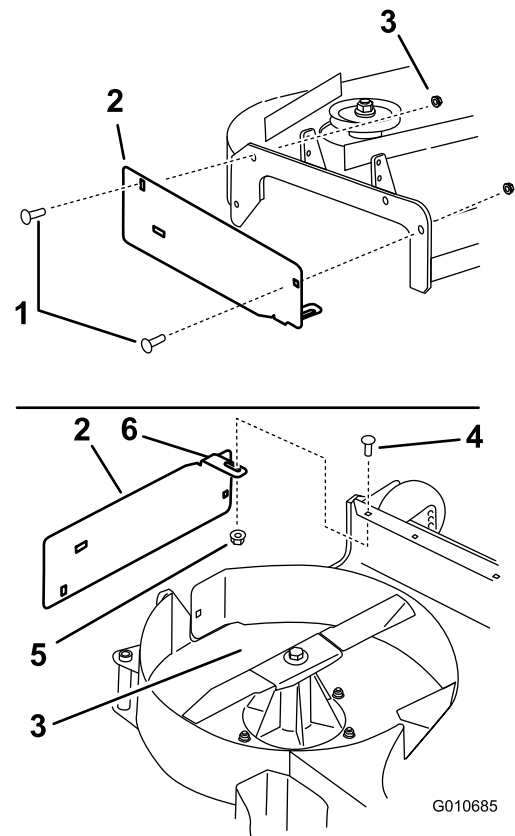

Figure 7
1. Montez la plaque d'éjection à l'extérieur du support à l'aide de 2 boulons de carrosserie ($\frac{3}{8}$ x $1\frac{1}{4}$ po) et 2 écrous à embase ($\frac{3}{8}$ po), comme montré à la Figure 7.
2. Installez la languette à l'intérieur du tablier de coupe avec 1 boulon de carrosserie ($\frac{5}{16}$ x $\frac{7}{8}$ po) et 1 écrou à embase ($\frac{5}{16}$ po) (petite embase), comme montré à la Figure 7.